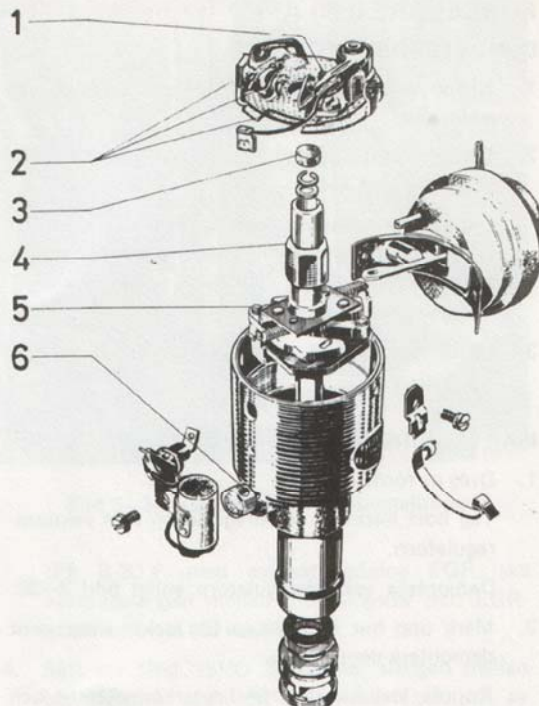

Bild 3-43. Smörjschema för fördelare
1. Smörj fördelardelarna enligt anvisningarna på bild 3-43.
4. Smörj fördelaren enligt anvisningarna på bild 3-43.